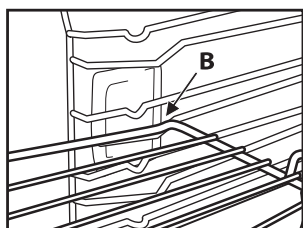

Fig. 2
2. Inclinez la grille à la hauteur de la position de blocage "B" (Fig. 2).